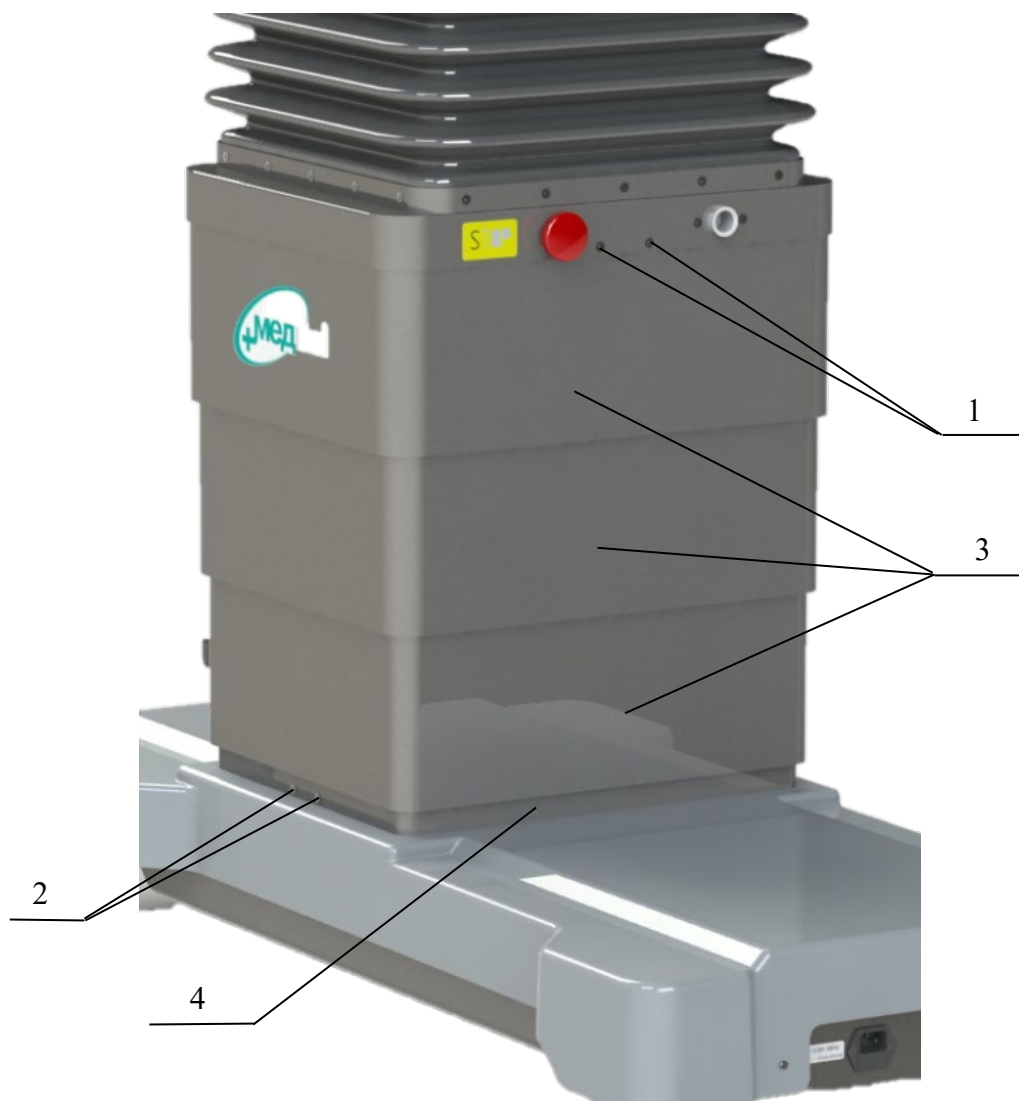

Рисунок 14. Снятие обшивок колонны.
- отверните винты 1 (4 шт., Рисунок 14);